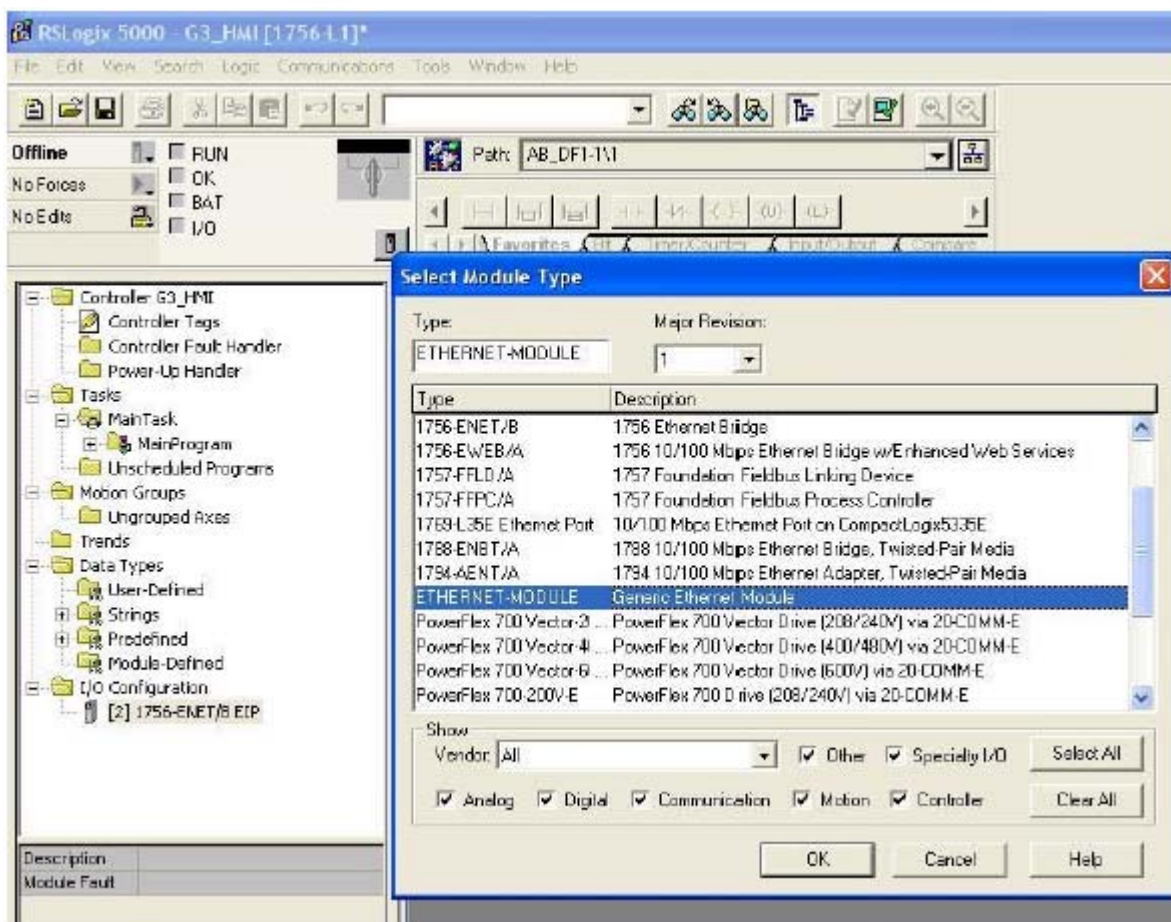

FIG. 72. Ethernet modulval
- c. I fönstret Select Module Type, välj Generic Ethernet Module. Se FIG. 72.